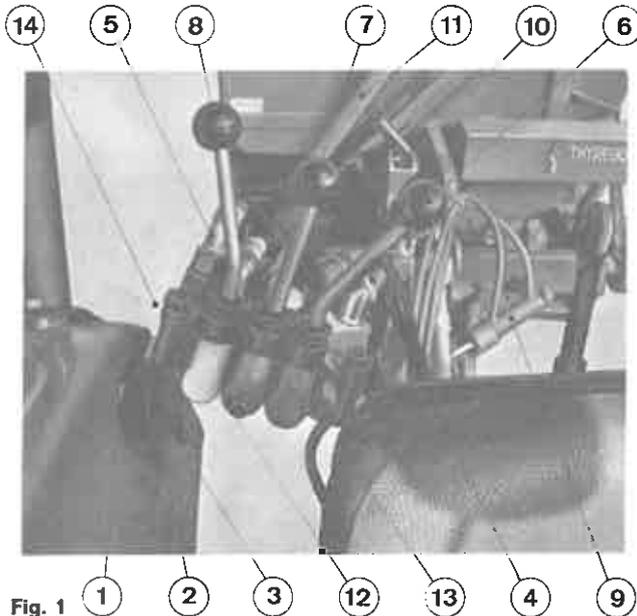
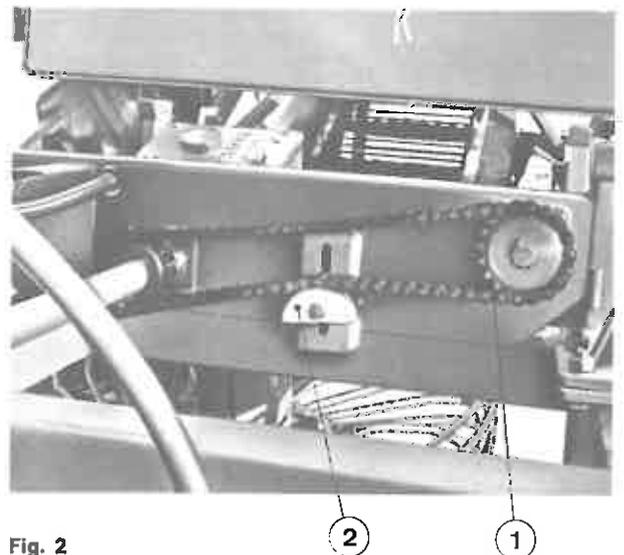
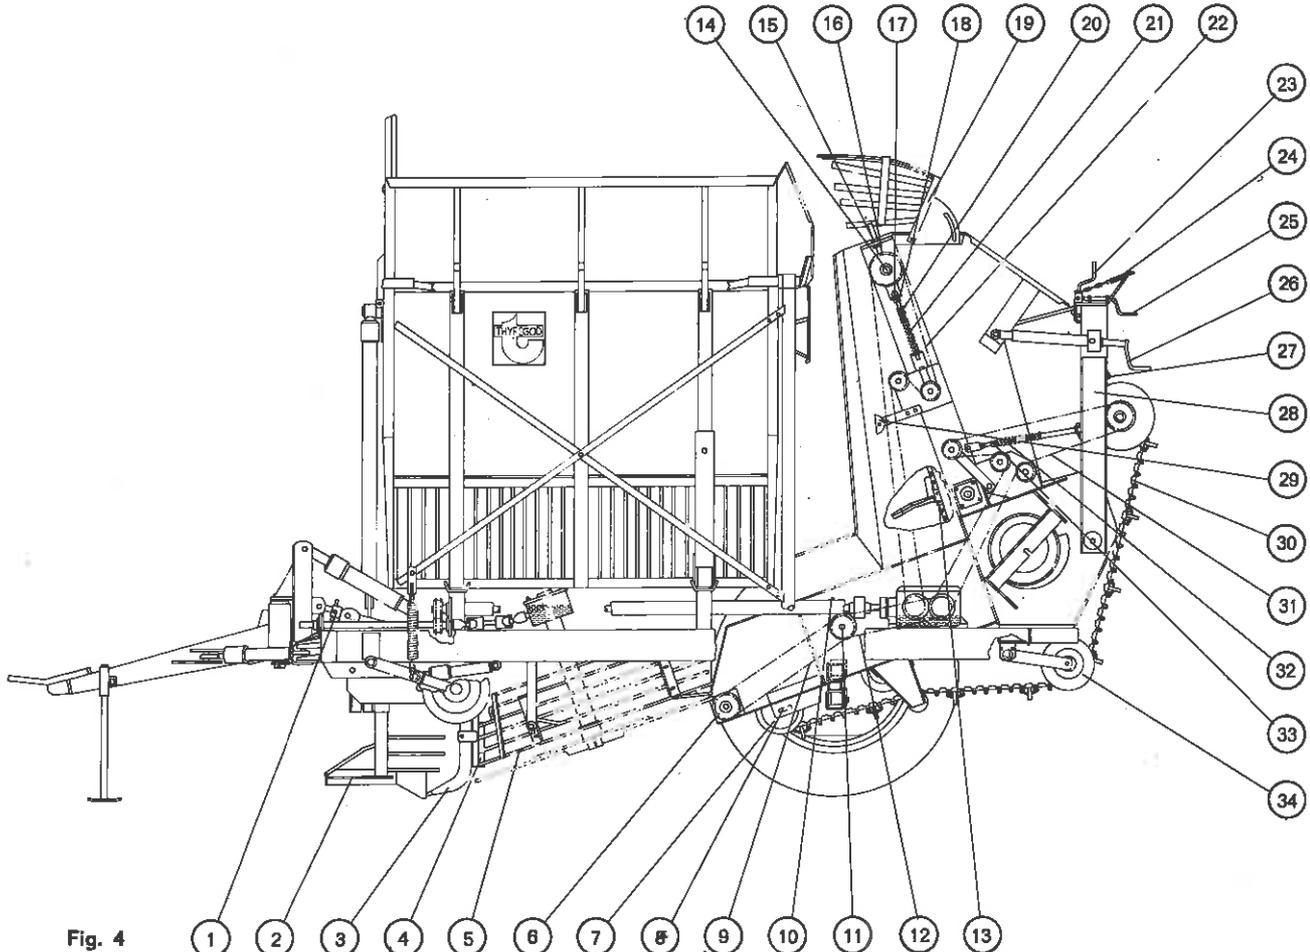

Fig. 1
Fig. 2
Fig. 4
Hydraulikventil der Maschine wird auf den rechten hinteren Kotflügel (Fig. 1) montiert. Der Beschlag (1 Fig. 1) wird auf den Kotflügel angebolzt. Das Winkelstück (2 Fig. 1) wird mit in den Beschlag gestochen und mit der Schraube (3 Fig. 1) geschlossen. Der Druckschlauch mit männlicher Schnellkupplung (4 Fig. 1) wird zur Entnahme des Schleppers für Fernzylinder verbunden. Der Rückschlauch mit weiblicher Schnellkupplung (5 Fig. 1) wird zum Ölvorrat des Schleppers durch das doppelwirkende Ventil für Fernzylinder verbunden, wo ein solches vorhanden ist, oder bei Gewindestutzen. Das Öl muss unter den Ölstand geführt werden, darum, dass das Öl mit Luft gemischt wird, zu vermeiden.
Geschieht der Anschluss durch ein doppelwirkendes Ventil für Fernzylinder auf dem Schlepper, muss man während der Verwendung darauf aufmerksam sein, dass der Handgriff dieses Ventils in die richtige Stellung gesetzt wird, so dass Druck auf dem Schlauch (4 Fig. 1) ist, wird der Handgriff in die falsche Stellung gesetzt, kommt Druck auf den Schlauch (5 Fig. 1), und die O-ring Dichtungen bei Handgriffgehäusen und Enddeckeln können beschädigt werden, wenn man die Handgriffe mit Druck den falschen Weg in das Ventil hinein bedient.
Linker Handgriff (6 Fig. 1) aktiviert den Zylinder für Seitenführung (9 Fig. 1). Wenn der Handgriff hervorgeschoben wird, wird die Maschine rechts verschoben, und wenn der Handgriff nach hinten geschoben wird, wird die Maschine links verschoben. In Mittellage ist der Zylinder in beiden Richtungen verriegelt.
Mittlerer Handgriff (7 Fig. 1) aktiviert den Zylinder für Scharenhebung (10 Fig. 1). Wenn der Handgriff hervorgeschoben wird, wird das Vorderende der Maschine gehoben und damit die Scharen. Wenn der Handgriff nach hinten geschoben wird, wird die Maschine bei ihrem Eigengewicht gesenkt, bis die Scharen den Boden reichen, oder der Zugbaum gegen Halt geht. In Mittellage ist die Maschine in der gewünschten Höhe verriegelt. Die Senkgeschwindigkeit kann mit der Schraube (12 Fig. 1) geregelt werden, wird die Schraube rechts gedreht, wird die Senkgeschwindigkeit reduziert.
Rechter Handgriff (8 Fig. 1) aktiviert die Zylinder für Tank. Wenn der Handgriff hervorgeschoben wird, kippt der Tank. Wenn der Handgriff nach hinten geschoben wird, wird der Tank bei seinem Eigengewicht gesenkt und hält gegen die Gabeln im Rahmen der Maschine. In Mittellage bleibt der Tank stehen.
Das Sicherheitsventil (13 Fig. 1) ist auf 175 kg/cm2 eingestellt und kann nachgestellt werden, bei die Schlussmutter abzuschrauben, und die Schraube mit innerem Sechseck nachzustellen. 1/4 Umdrehung rechts vermehrt den Einstellungsdruck um etwa 25 kg/cm2.
Bei Schleppern mit sogenannter "geschlossenes Zentrum" Hydraulikanlagen (John Deere Schlepper u.a.m.) machen sich spezielle Verhältnisse geltend. Die Hydraulikanlage fordert Druck auf der Pumpenleitung in der Neutrallage des Ventils, so dass ein Druckweiterführungsstutzen beim Pfropfen (14 Fig. 1) montiert werden muss.
Das Sicherheitsventil (13 Fig. 1) muss ganz angeschraubt werden, im entgegengesetzten Falle wird die Ölpumpe des Schleppers ab und zu unnötig Öl durch das Sicherheitsventil auspumpen.
Die Regelung geht bei Einstellung der Mutter (1 Fig. 4) vor sich. Die Mutter wirkt als mekanischer Tiefenhalt und wird auf die maximale Tiefe eingestellt, mit der man fahren möchte, wenn der Tank leer ist. Wenn der Tank nach und nach gefüllt wird, sinken die Räder tiefer, man hebt dann die Scharen ein bisschen mittels des Handgriffes (7 fig. 1) 1-2 mal für jeden Tankvoll. Die Leitschienen (2 Fig. 4) und die Hebereisen (3 Fig. 4) werden in Tiefe in Verhältnis zur Roulette eingestellt. Die Roulette muss in der Erdoberfläche gehen. Die Hebereisen werden jetzt so eingestellt, dass die Zweige die Rüben auf die Roulette hinauf leiten. Die Leitschienen werden jetzt so eingestellt, dass sie 2-3 cm in der Erde mit dem vorderen Teil gehen. Zum Ausmachen von Fabrikrüben werden die Hebereisen (3 Fig. 4) mit Gabeleisen ausgetauscht.
Bei Maschinen, die mit automatischer Tiefenregelung als Sonderausrüstung versehen sind, geschieht die Regelung mit dem Handgriff (7 Fig. 1). Wird der Handgriff vorwärts geschoben, werden die Scharen gehoben. In Mittellage sind die Scharen verriegelt. Wird der Handgriff nach hinten geschoben, sinken die Scharen bis die vom Taster bestimmte Tiefe, die während des Fahrens automatisch gehalten wird. Auch hier wirkt die Mutter (1 Fig. 4) als mechanischer Tiefenhalt. Es wird nicht empfohlen, mit der Maschine mit den Scharen in der Erde bei automatischer Tiefenregelung rückwärts zu fahren.
Flagge (4 Fig. 4) und Schirm (5 Fig. 4) werden in Höhe eingestellt, so dass die grösstmögliche Reinigung ohne Rübenverschwendung erreicht wird. Die Zweige der Flagge werden auf 1-2 cm Abstand zum Schirm (5 Fig. 4) eingestellt.
Vorderer Kettenantrieb (1 Fig. 2) wird mit dem Spannklötz (2 Fig. 2) gespannt. Vorderer Kettenantrieb (9 Fig. 4) und hinterer Kettenantrieb (12 Fig. 4) für Reinigungsrolle (6 Fig. 4) werden mit der Mutter (10 Fig. 4) gespannt. Mutter (11 Fig. 4) wird vor der Aufspannung losgemacht.
Die Elevatorkette (13 Fig. 4) wird an der obersten Achse (14 Fig. 4) gespannt, bei die Muttern (16 Fig. 4) loszumachen, und die Muttern (15 Fig. 4) zu spannen, erstes Mal nach 8 Stunden Fahren, und danach täglich nachprüfen. Der Elevatorkettenantrieb (22 Fig. 4) ist für Aufspannung der Elevatorkette kompensiert und federbelastet. Die Feder (21 Fig. 4) wird mit den Muttern (20 Fig. 4) gespannt. Die Begrenzung der maximalen Ausfederung bei Blockung wird mit den Muttern (17 und 18 Fig. 4) justiert. Der Spannklötz (29 Fig. 4) muss gegen die Kette um liegen, um Kettenverschlingung zu vermeiden, wenn die Kette nicht mehr aufgespannt werden kann z.B. bei Austausch der Elevatorkette (13 Fig. 4), müssen Gelenke aus der Kette (22 Fig. 4) genommen werden.
Die Lebensdauer der Elevatorkette (13 Fig. 4) kann verlängert werden, wenn man die Kette wendet, ehe die Gelenke zum Nagel durchverschlossen sind. Die Wendung wird dabei vorgenommen, den linken Kettenteil zur rechten Seite zu bringen und den rechten Kettenteil zur linken Seite. Die Splinte müssen auch nach nach der Wendung gegen die Mitte der Kette wenden. Die Lebensdauer der Kette kann hierdurch um etwa 50% verlängert werden.
**Kettenantrieb (31 Fig. 4) für Bodenkette (30 Fig. 4)** ist für Einstellung der Drehkonsole (28 Fig. 4) kompensiert und federbelastet. Die Feder (32 Fig. 4) wird mit den Muttern (33 Fig. 4) gespannt.
Wenn die Kette mit der Drehkonsole am weitesten vorne nicht mehr aufgespannt werden kann, müssen Gelenke aus der Kette genommen werden (31 Fig. 4).
**Die Bodenkette (30 Fig. 4)** wird mit Spannrollen (34 Fig. 4) gespannt. Die Spannrollen sind federbelastet mit Feder in der rechten Seite der Maschine aufgehängt.
**Vordere Kettenrollen (7 Fig. 4)** für Bodenkette können in den länglichen Spuren (8 Fig. 4) an jeder Seite der Maschine justiert werden. Wird der Abstand zwischen der Kettenrolle (7 Fig. 4) und der Reinigungsrolle (6 Fig. 4) so viel vergrößert, wie die Grösse der Rüben erlaubt, wird die Reinigungsfähigkeit der Maschine verbessert.
Die Drehkonsole (28 Fig. 4) kann mit der Spindel (26 Fig. 4) geregelt werden. Wird die Drehkonsole nach hinten gelegt, wird der aufwärtsgehende Teil der Bodenkette mehr flach, so dass die Rüben sich länger auf der Bodenkette aufhalten, ehe Sie in die Elevatorkette hinüberfallen. Bei dem oberen Ende werden die Rüben von federbelasteten Abstreichern (27 Fig. 4) verhindert, nach hinten mitzuheben, während Erde, Steinchen, Unkräuter und Krautreste mit der Ketten hinten aus der Maschine folgen. Um maximale Reinigungsfähigkeit zu erreichen, kann der Abstand zwischen den Abstreichern und der Bodenkette mit den Handgriffen (23 Fig. 4) geregelt werden. Der Winkel der Abstreicher in
Verhältnis zur Bodenkette wird mit dem Handgriff (25 Fig. 4) geregelt. Die Federspannung der Abstreicher wird mit den Federn (24 Fig. 4) geregelt.